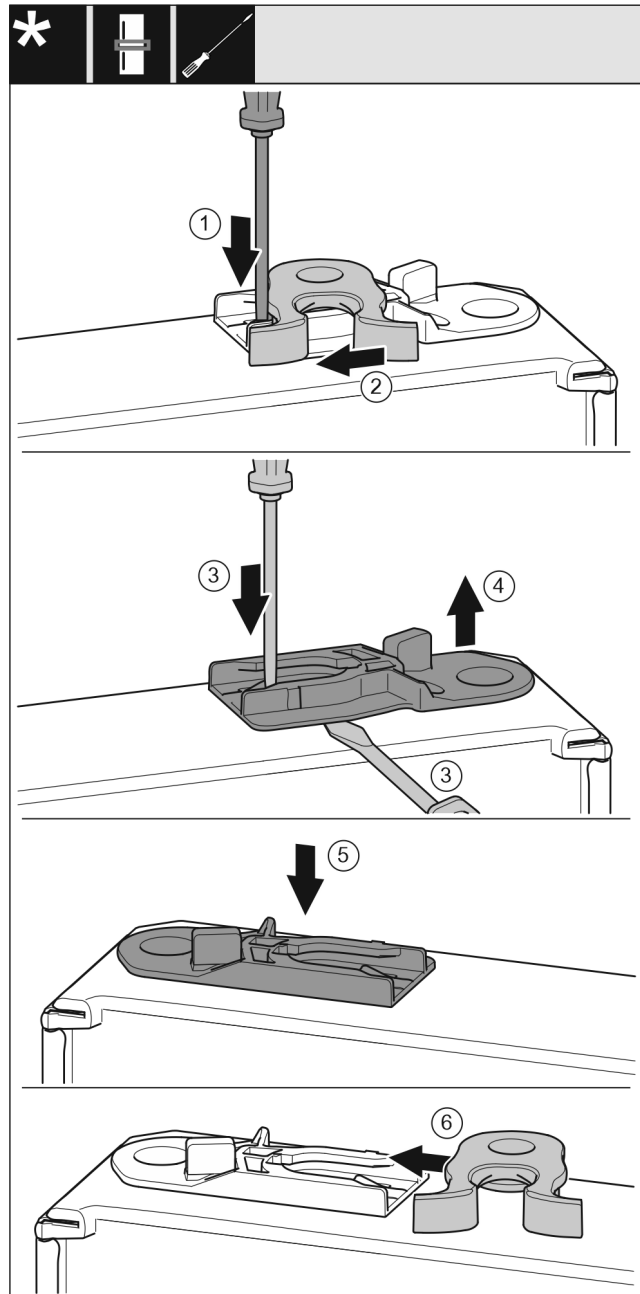

Fig. 19
- ▶ Strip Fig. 19 (1) met een platte schroevendraaier omlaag drukken.
- ▶ Sluithaak Fig. 19 (2) uit de geleiding trekken.
- ▶ Geleidebus Fig. 19 (3, 4) uittrekken: Strip met platte schroevendraaier indrukken en gelijktijdig een platte schroevendraaier onder de geleidebus plaatsen.
- ▶ In de leveringsomvang meegeleverde geleidebus Fig. 19 (5) in de andere behuizingszijde schuiven.
- ▶ Sluithaak Fig. 19 (6) in geleiding schuiven.